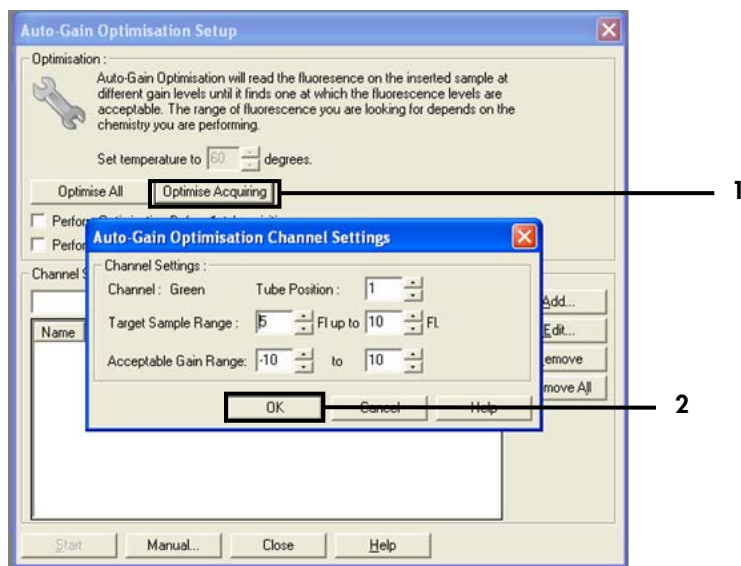

Figura 30. Otimização de ganho automático para o canal verde. 1 = "Optimise Acquiring" (Otimizar aquisição de dados); 2 = "OK".
13. Clique em “Optimise Acquiring” (Otimizar aquisição de dados). As configurações para cada canal são exibidas. Aceite estes valores padrão, clicando “OK” para ambos os canais (Figura 30).